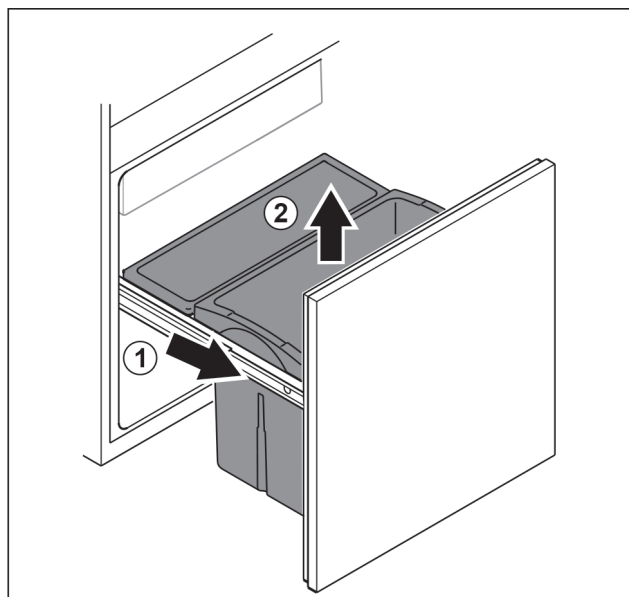

Fig. 190
- Vytáhněte vysouvací vozík až na doraz. Fig. 190 (1)
- Vyjměte zásuvku nahoru. Fig. 190 (2)